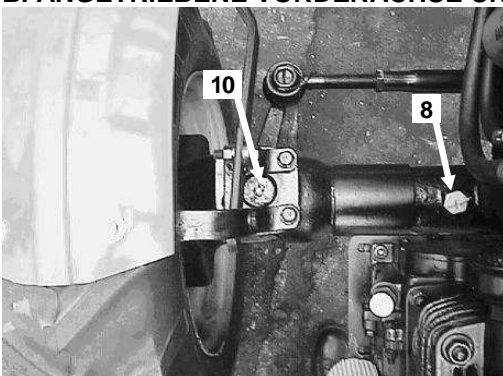

Abb. E-7 Lage des Öleinfülldeckels und zugleich des Entlüfter der Vorderachse (8) und des Ölers des oberen Achsschenkelstifts (10).
- Stifte der vorderen Achsschenkel (Abb. E-7, Pos. 10, Abb. E-9, Pos. 12)